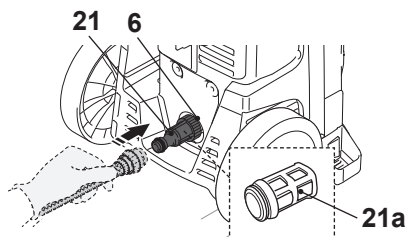

Fig. 15
1. Conecte el adaptador de la manguera de entrada de agua (21) a la entrada de agua (6) (Fig. 15).
2. Coloque una manguera de agua adecuada (no incluida) en el suministro de agua y luego el otro extremo en el adaptador de manguera de entrada de agua (21).